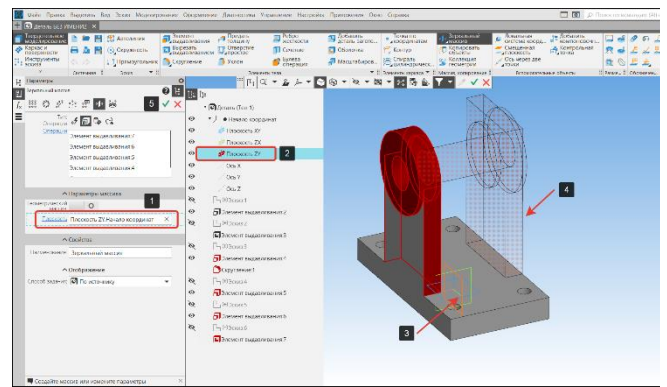

Рисунок 70 – Фантом зеркального тела
• Укажем плоскость относительно которой будет построена копия выбранных операций (1). Плоскость также можно задать как в самой трехмерной модели (2), а так и в дереве построения модели (2) (Рисунок 70);
• После указания элементов и плоскости, в графической области отобразится фантом построения (4) (Рисунок 70);
Если построения выполнены верно, то для завершения операции нажмем кнопку Создать объект (5) (Рисунок 70).